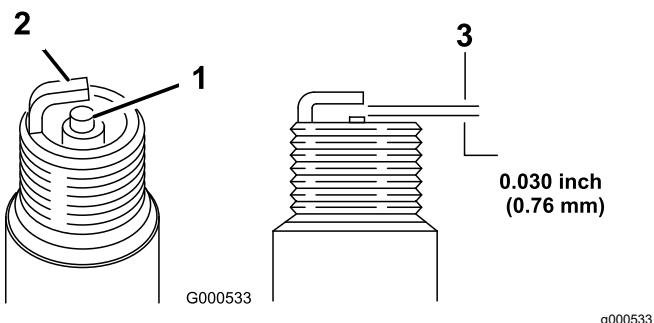

Figure 30
5. Réglez l'écartement des électrodes à 0,76 mm ; voir Figure 30.